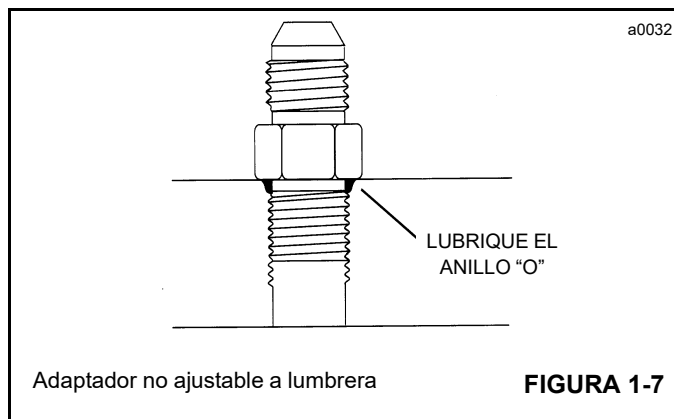

FIGURA 1-7
2. Lubrique el anillo “O” con aceite limpio (Figura 1-7).